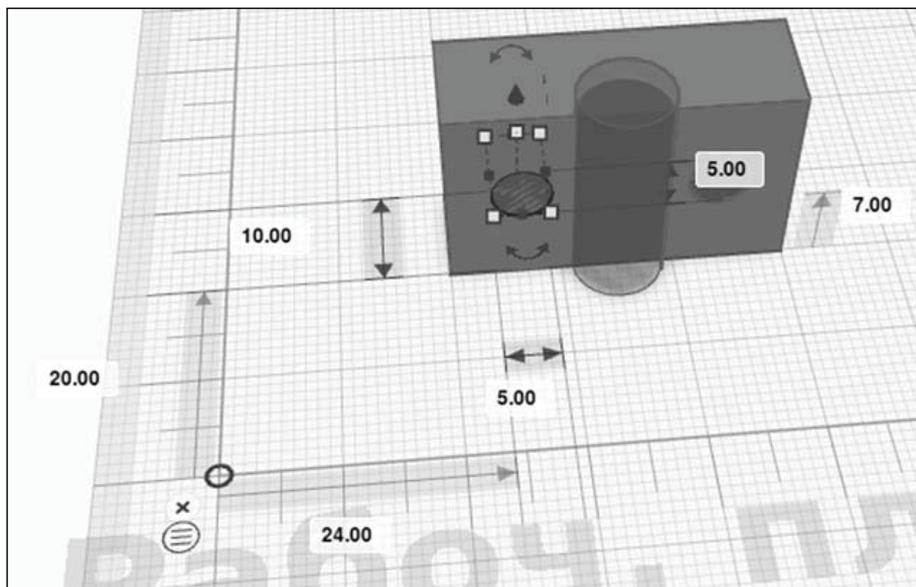

Рис. 43. Добавление отверстия
6. Повернуть цилиндр на 90° ; изменить радиус и сделать из него отверстие (рис. 43).